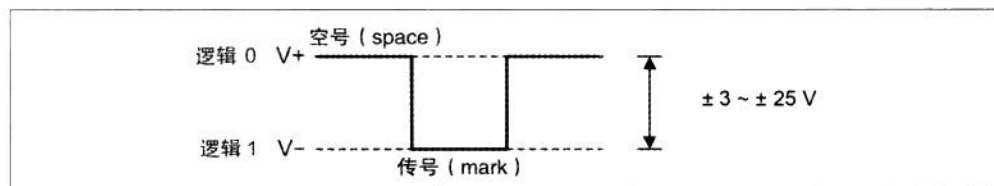

图7-17: RS-232信号电平
正如我们刚才所提到的,RS-232 是基于电压的接口。它使用一个电压值表示逻辑真 (1), 用另一个代表逻辑假 (0)。图 7-17 显示了它是如何工作的。